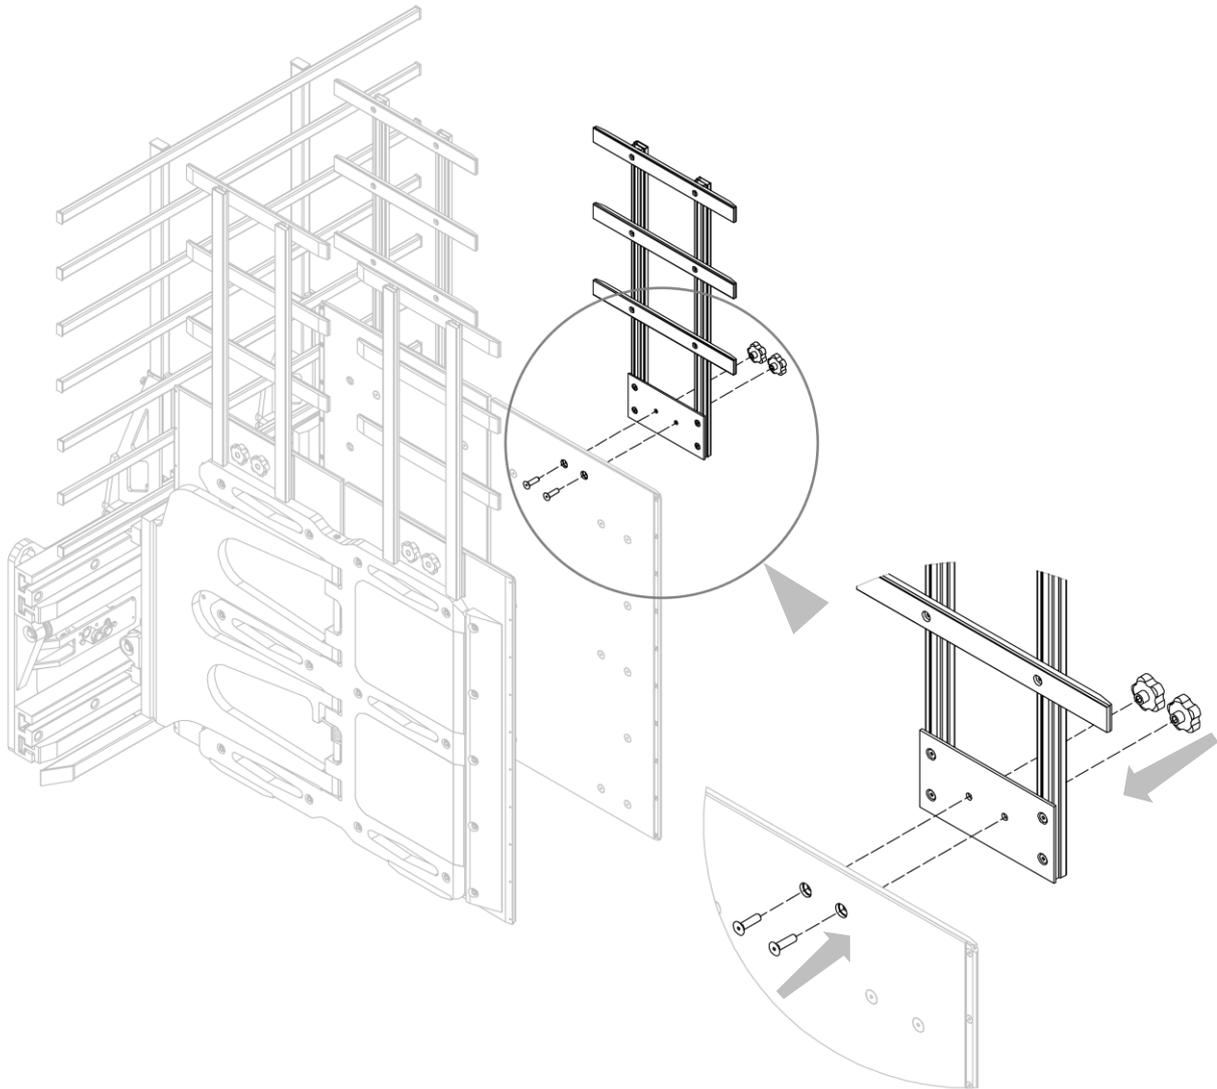

Abbildung 42
- Schrauben Sie die seitlichen Lasthalterahmen an die Klappen mit den Schrauben und Feststelldrehgriffen an (siehe *Abbildung 42*).